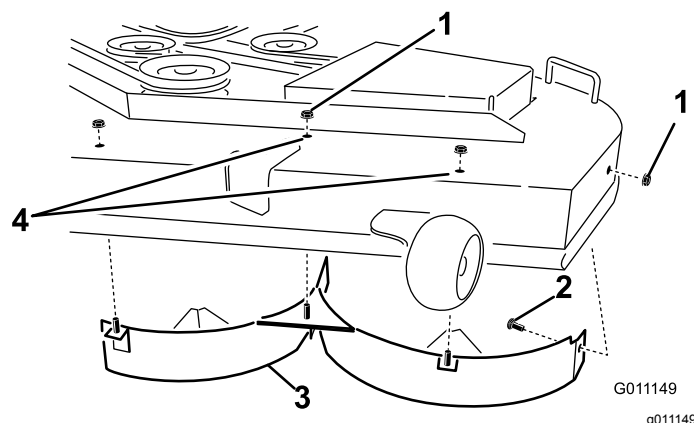

Figura 12
4. Rimuovete i 2 dadi di bloccaggio (5/16") fissati sui perni saldati del deflettore sinistro in posizione centrale e a sinistra del centro sulla parte superiore del piatto di taglio (Figura 12).
6. Staccate il deflettore sinistro dal piatto di taglio come illustrato nella Figura 12.